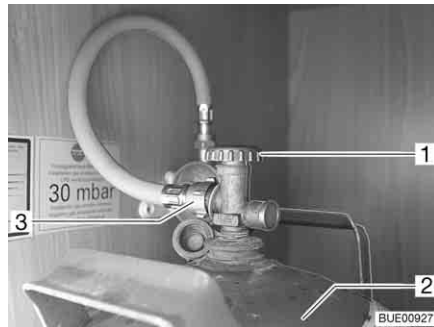

Fig. 113 Caja para bombonas de gas
- Cerrar la llave de paso principal (Fig. 113,1) de la bombona de gas (Fig. 113,2). Observar el sentido de la flecha.
- Desenroscar la goma del gas (Fig. 113,3) de la bombona de gas.